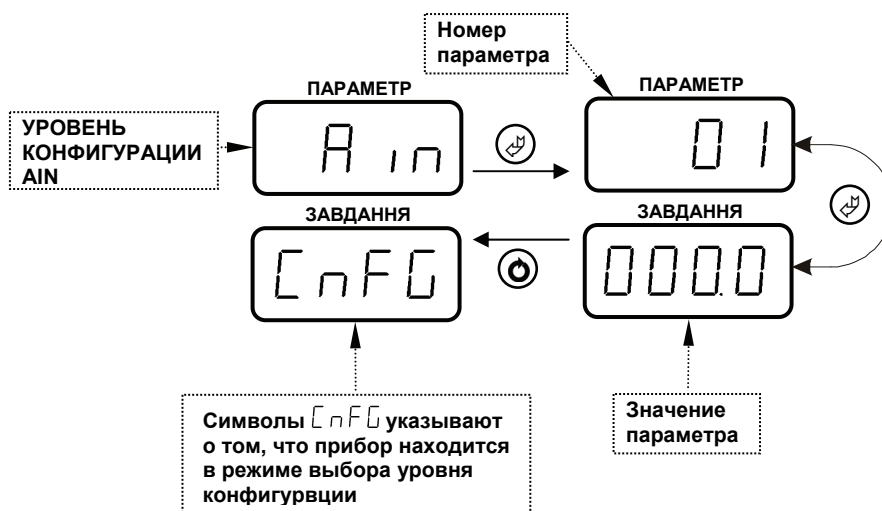

Рисунок 6.4 – Индикация уровня конфигурации, номера параметра и значения параметра.
- Параметры разделены по группам, каждая из которых называется "уровень". Каждое заданное значение (элемент настройки) в этих уровнях называется "параметром". Параметры, используемые в регуляторе МИК-12, сгруппированы в следующие 13 уровней и представлены на диаграмме – см. рис 6.3. Индикация уровней конфигурации, номеров и значений параметров показаны на рис. 6.4.
В дальнейшем по тексту руководства по эксплуатации идет ссылка на параметр из таблицы параметров регулятора в виде XXX.YY (например AIN.01), где XXX – название уровня конфигурации, а YY – номер параметра (смотри рисунок 6.4).